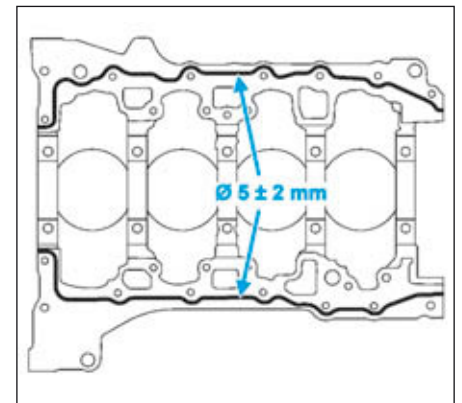

FIG.53
- Appliquer un cordon de joint de silicone d'un diamètre 5 ± 2 mm sur le bloc-cylindres (Fig.53).